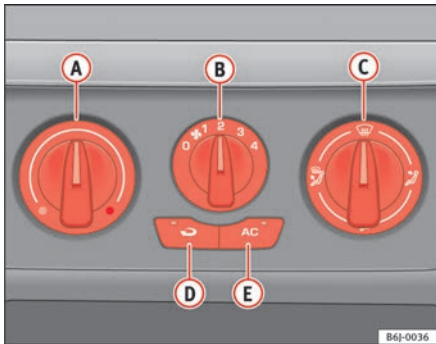

Abb. 87 In der Instrumententafel: Bedienelemente der Heizung
- Drehen Sie den Temperaturregler ⇒ Abb. 87 **A** nach links.
- Drehen Sie den Temperaturregler ⇒ Abb. 87 **A** nach rechts, bis die gewünschte Heizleistung erreicht ist.
- Drehen Sie den Temperaturregler ⇒ Abb. 87 **A** ganz nach rechts auf die höchste Heizleistung.
- Drehen Sie den Temperaturregler ⇒ Seite 127, Abb. 87 **A** in den Heizbereich.